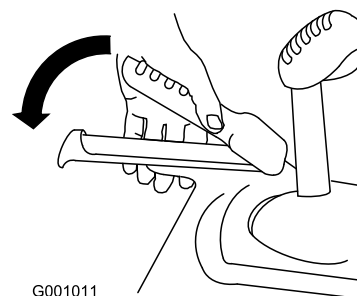

Figura 18
1. Para engatar a transmissão da tração, aperte a alavanca esquerda (tração) para a pega (Figura 18).